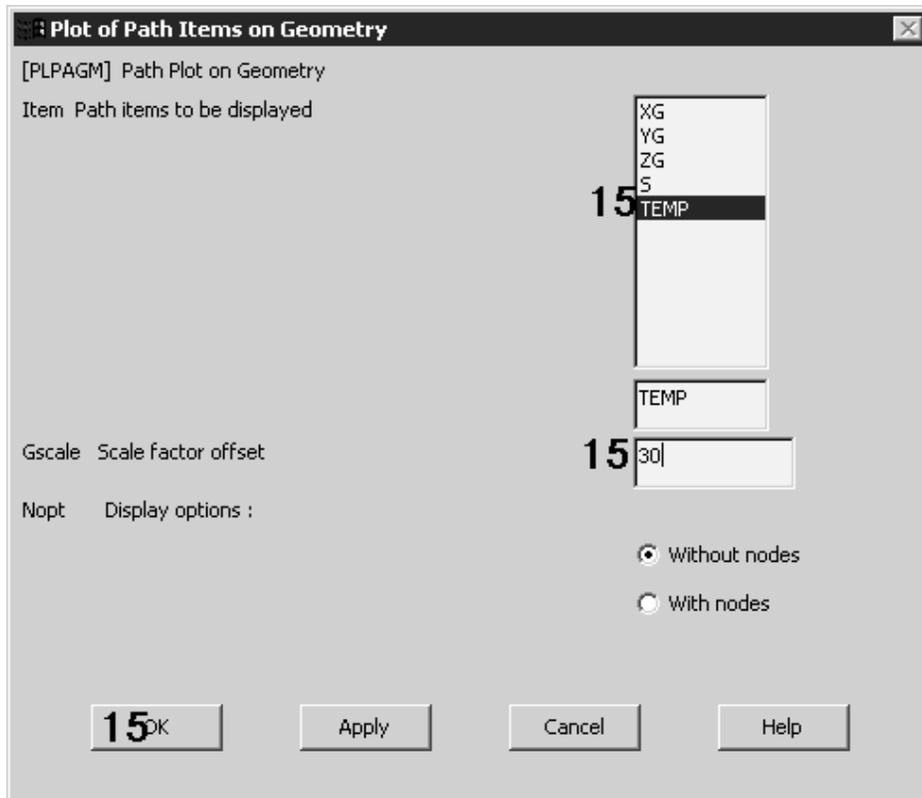

图 12.32 绘制温度的几何图
14. 利用路径查看管道沿径向的温度分布。选取菜单路径 Main Menu | General Postproc | Path Operations Plot Path Item | On Geometry，将弹出 Plot of Path Items on Geometry (绘制路径项目的几何图)对话框，如图 12.32 所示。